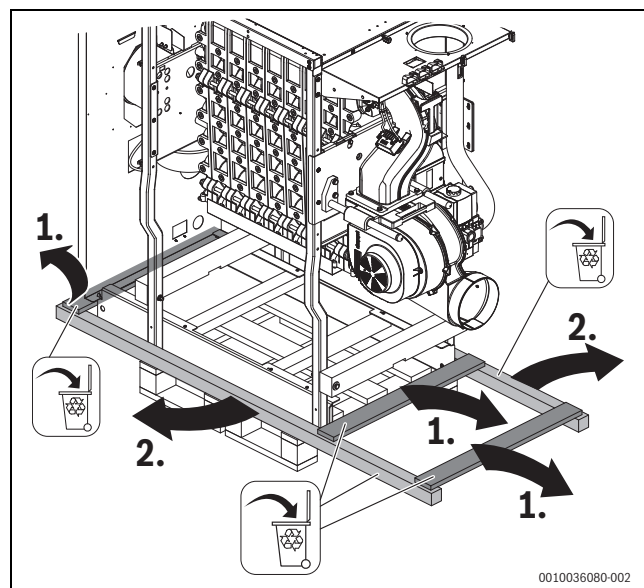

Fig. 11 Remover a barra de fixação da paleta (imagem a título de exemplo)
- Remover as barras transversais dianteiras e traseiras da paleta (→fig. 11).
- Remover as 2 barras laterais da paleta (→fig. 11).